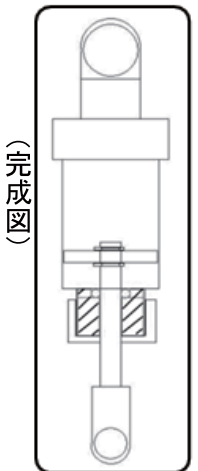

図3
- ①オーリング保持用スリーブの掘り込みがある側に付属のオーリングを入れてください。(写真1参照)
- ②オーリングを入れたスリーブをダンパーにオーリング側から装着してください。(写真2参照)
- ③ダンパーシャフトを入れる時はキャップのねじを最後までねじ込まない状態(3回転程度余裕を残す)でシャフトを通して下さい。オーリングをシャフトのねじ切り部で傷つけることなく装着できます。
- ④シャフトを通してから、スリーブ部のキャップを最後までねじ込み(図3)完成。